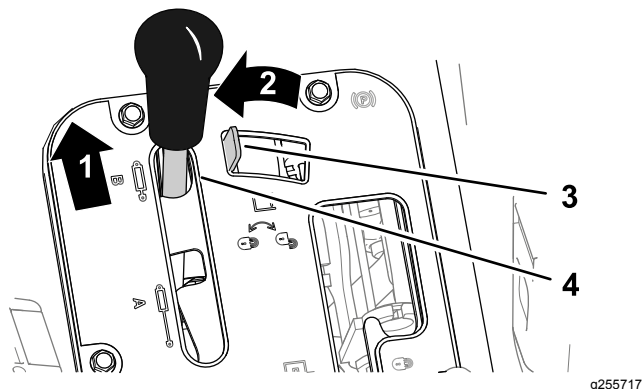
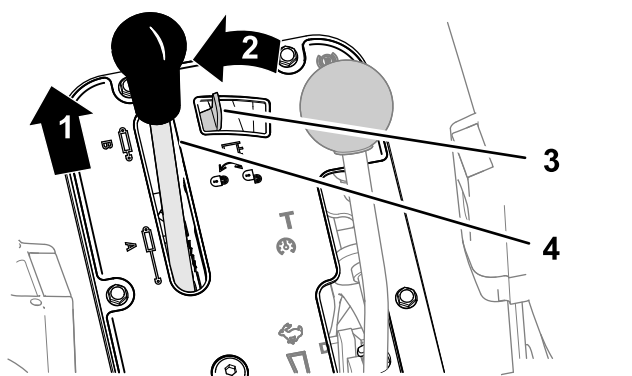

図 90
図 91
1. 油圧昇降レバーを前に押す 図 90 または 図 91。
2. 油圧昇降レバーロック装置を左へ動かすとロックする 図 90 または 図 91。